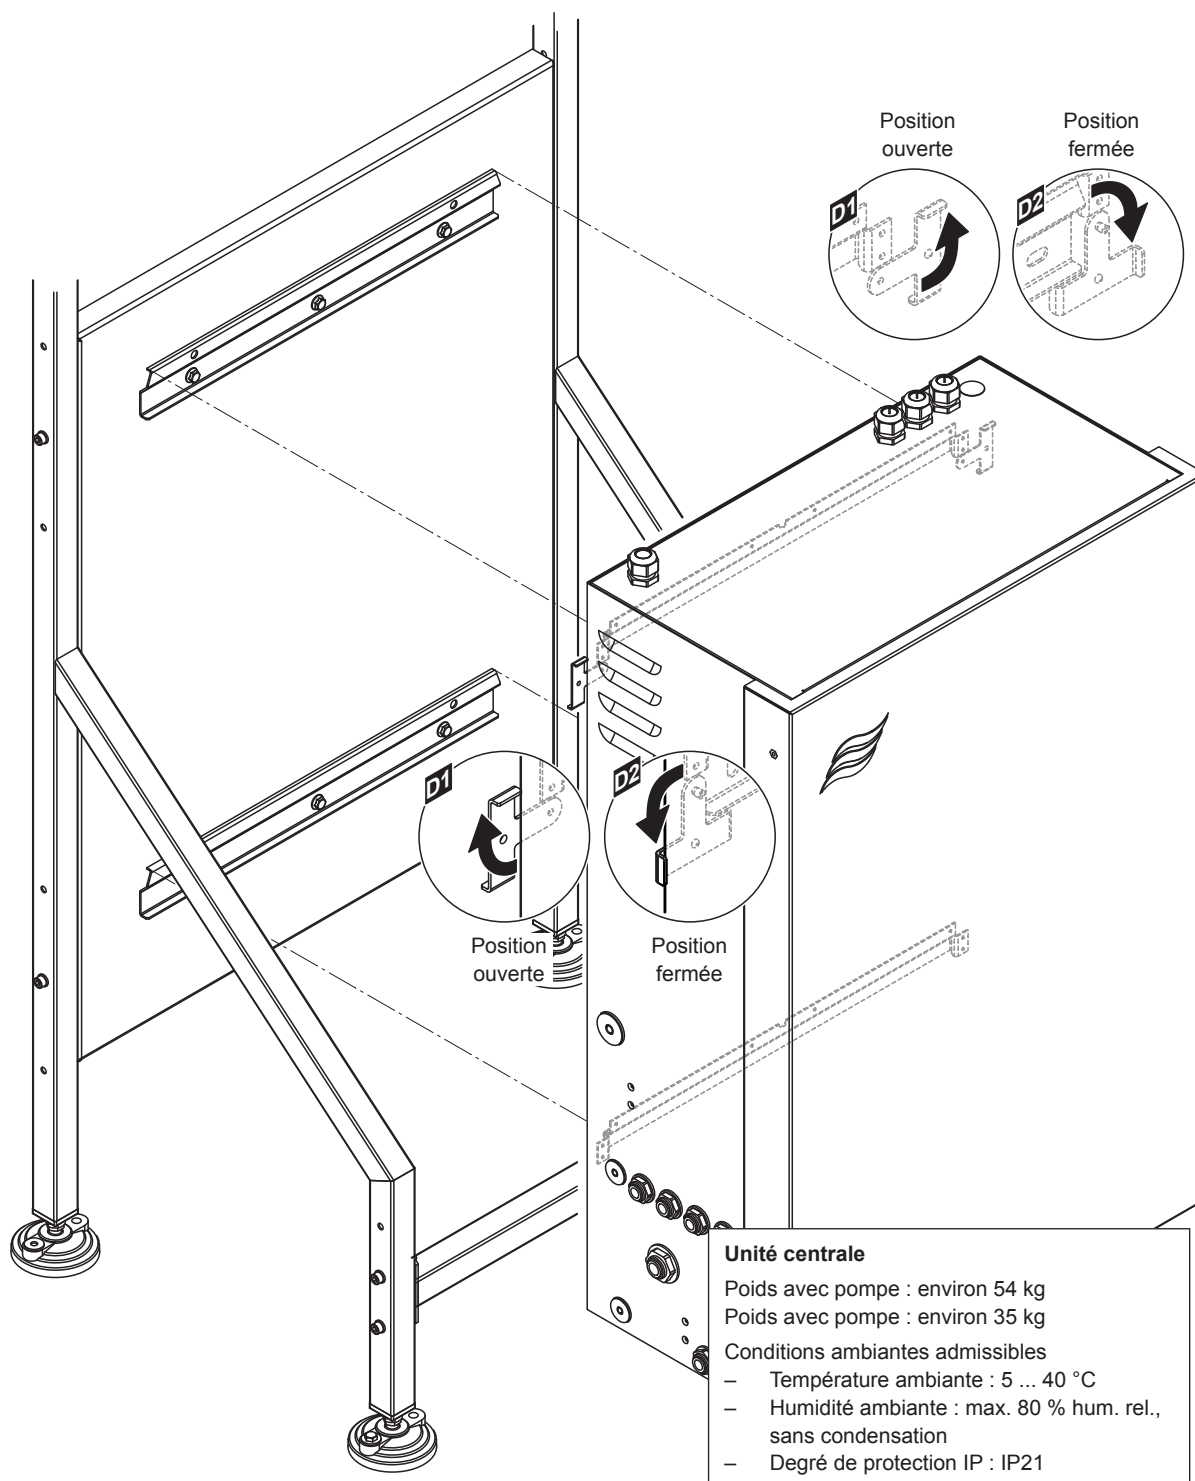

Fig. 41: Montage de l'unité centrale sur le rack de montage - cotes en mm
1. Tourner vers l'extérieur les deux languettes d'arrêt situées à l'arrière de l'unité centrale (position ouverte, voir détail "B" dans Fig. 41).
3. Tourner ensuite vers l'intérieur les deux languettes d'arrêt situées à l'arrière de l'unité centrale (position fermée, voir détail "C" dans Fig. 41) pour fixer l'unité centrale à la fixation murale supérieure.